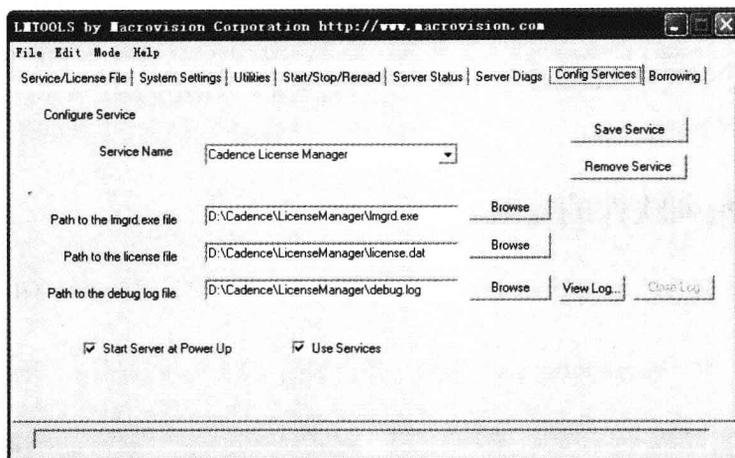

图 1.2.19 “Config Services”选项卡
(1) 选择“Config Services”选项卡，设置下列参数，如图 1.2.19 所示。